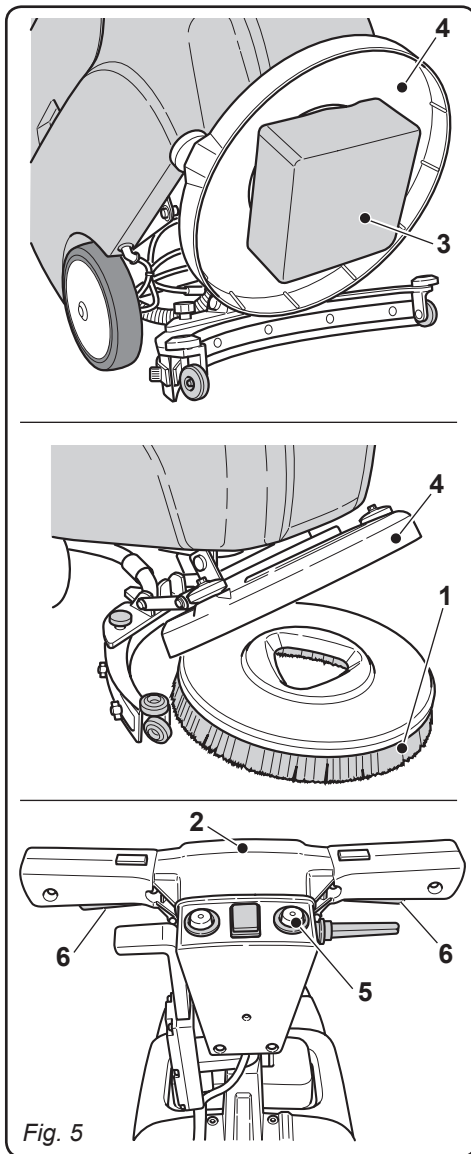

Fig. 5
3.1.d - Montage de la brosse (Fig. 5)
- Mettre la brosse (1) par terre.
- Soulever la machine par l'avant en faisant levier sur le manche (2) et enlever le socle en polystyrène (3).
- Placer la bride (4) sur la brosse (1).
- Appuyer sur le bouton (5) sur « I », puis appuyer sur le levier (6) pour démarrer la rotation de la brosse jusqu'à sentir le « CLIC » d'enclenchement de la brosse, puis relâcher le levier (6) et appuyer sur le bouton (5) pour le mettre en position "0".